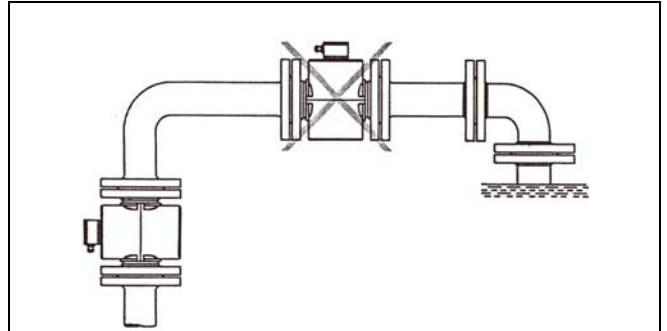

图 9
- 对于自然流出或下降管线不应将仪表安装在最高点（测量管可能会空管或有气泡）（见图 9）。